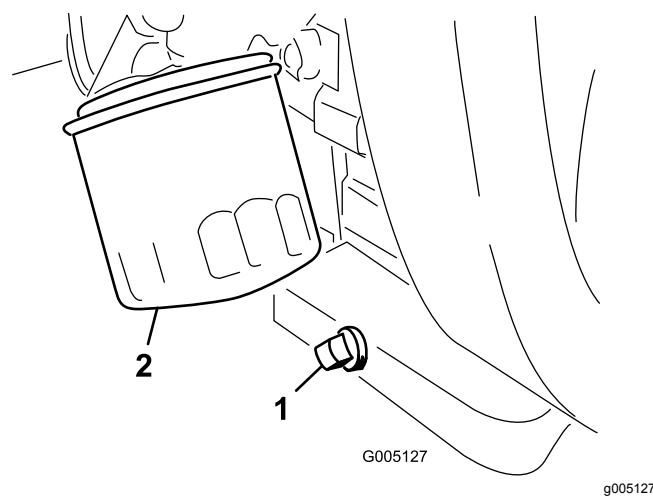

**Figura 45**
3. Se o elemento de esponja se encontrar sujo, deverá retirá-lo do elemento de papel (Figura 45). Limpe-o cuidadosamente, da seguinte forma: